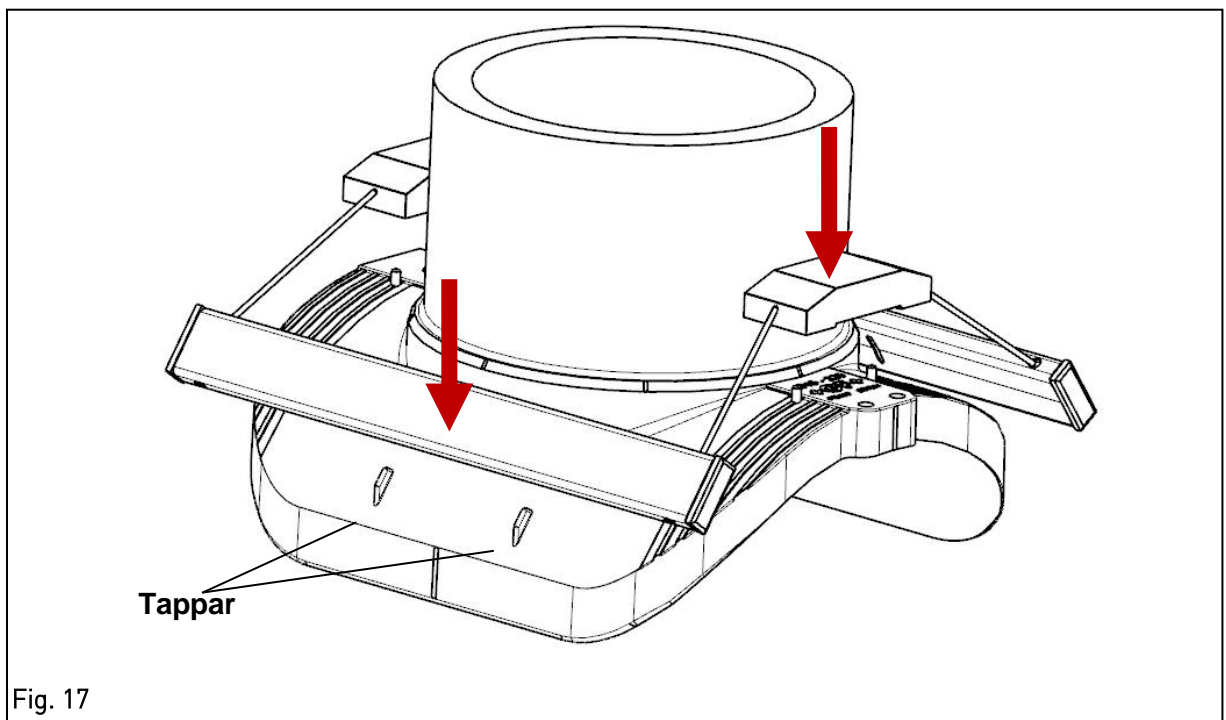

Fig. 17
7. Placera tryckramen på anslutningsadeln och fäst i de uppresta riktningstapparna, se Fig. 17